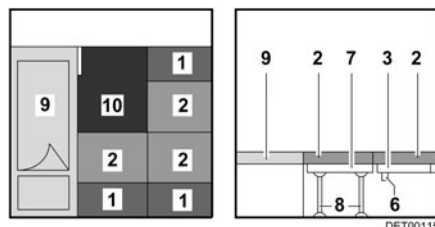

Fig. 76 Après la transformation
- Tirer les coussins d'assise (Fig. 76,2) vers le centre.
- Placer les coussins de dossier (Fig. 76,1) entre les coussins d'assise et la cloison.
- Poser le coussin supplémentaire (Fig. 76,10) à côté du lit (Fig. 76,9).